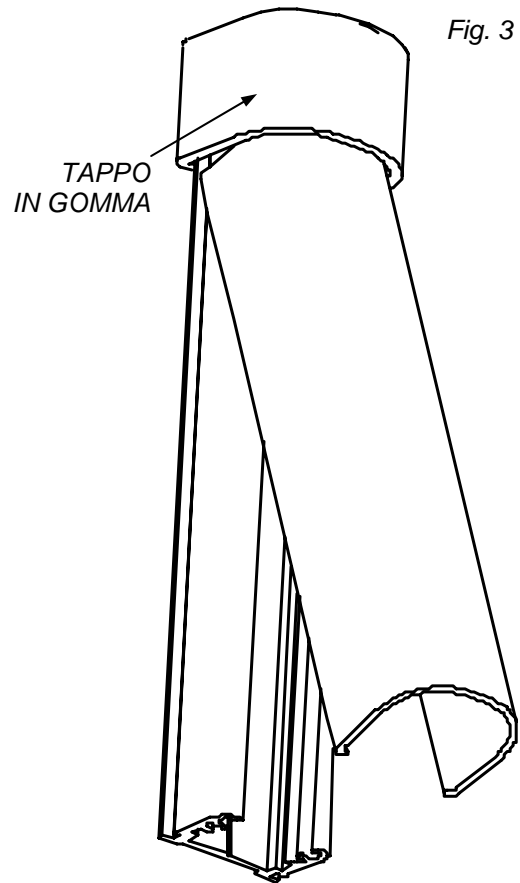

Fig. 4
13. Montare la molla in plastica, che serve a ricoprire eventuali irregolarità nel taglio del profilo, sul tappo plastico Fig. 4.